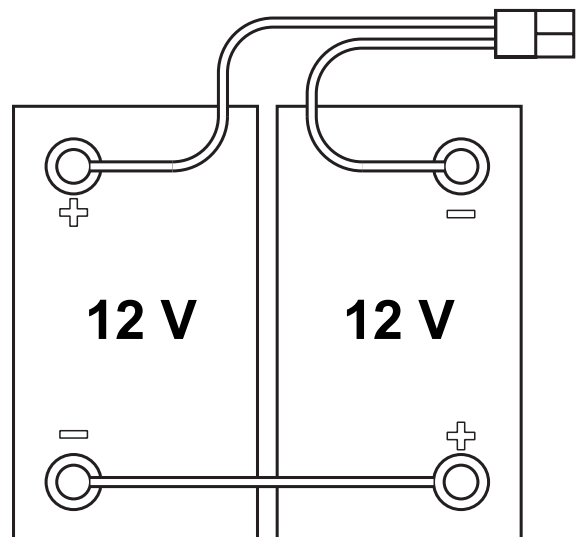

Abbildung 1
1. Ggf. den Zündschlüssel (41) abziehen.
2. Batteriestecker (8) trennen.
3. Deckel (34) anheben und überprüfen, ob der Schmutzwassertank (33) leer ist. Gegebenenfalls durch das Ablaufrohr (12) entleeren.
4. Deckel (34) schließen.
5. Tank (33) vorsichtig mit dem Griff (16) anheben.
7. Die Batteriekabel entsprechend dem Plan in Abb. 1 positionieren und installieren, dann die Mutter auf jeder Batterieklemme festziehen.
8. Die Schutzkappe auf jede Klemme setzen, dann den Batteriesteckverbinder anschließen (8).
9. Tank (33) vorsichtig mit dem Griff (16) absenken.